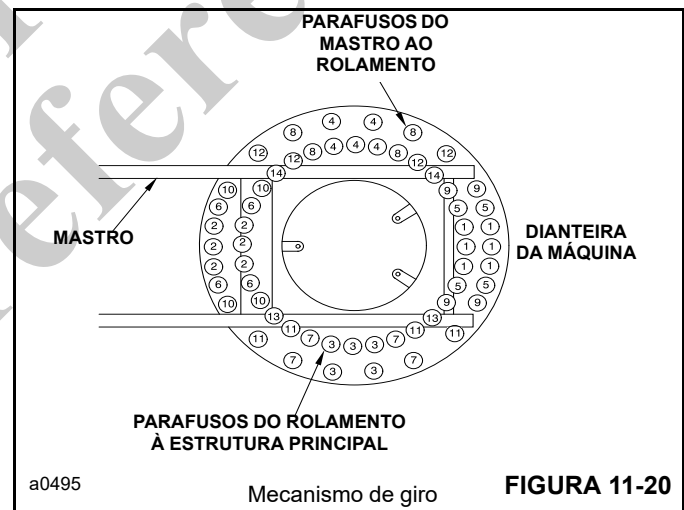

FIGURA 11-20
Ao verificar o torque dos parafusos, use a sequência de torque mostrada na Figura 11-20.
3. Instale os parafusos (18) e arruelas lisas (17) para fixar o rolamento do mastro na placa do rolamento.
4. A Figura 11-20 mostra a ordem de aperto dos parafusos. Cada parafuso deve ser apertado primeiro com um torque de 698–756 Nm (515–558 lb-pé) e, em seguida, afrouxado um pouco. Em seguida, aperte novamente cada parafuso com um torque de 698–756 Nm (515–558 lb-pé).
7. A Figura 11-20 mostra a ordem de aperto dos parafusos. Cada parafuso deve ser apertado primeiro com um torque de 698–756 Nm (515–558 lb-pé) e, em seguida, afrouxado um pouco. Em seguida, cada parafuso deve